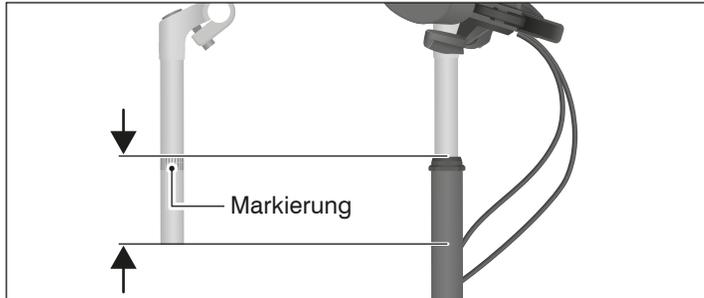

Abb.: E-13 Wenn der Lenker eingestellt ist, darf die Markierung auf dem Lenkervorbau nicht sichtbar sein.
- Schieben Sie den Lenkervorbau maximal so weit nach oben, dass die Markierung auf dem Lenkervorbau nicht zu sehen ist (siehe Abb.: E-13).